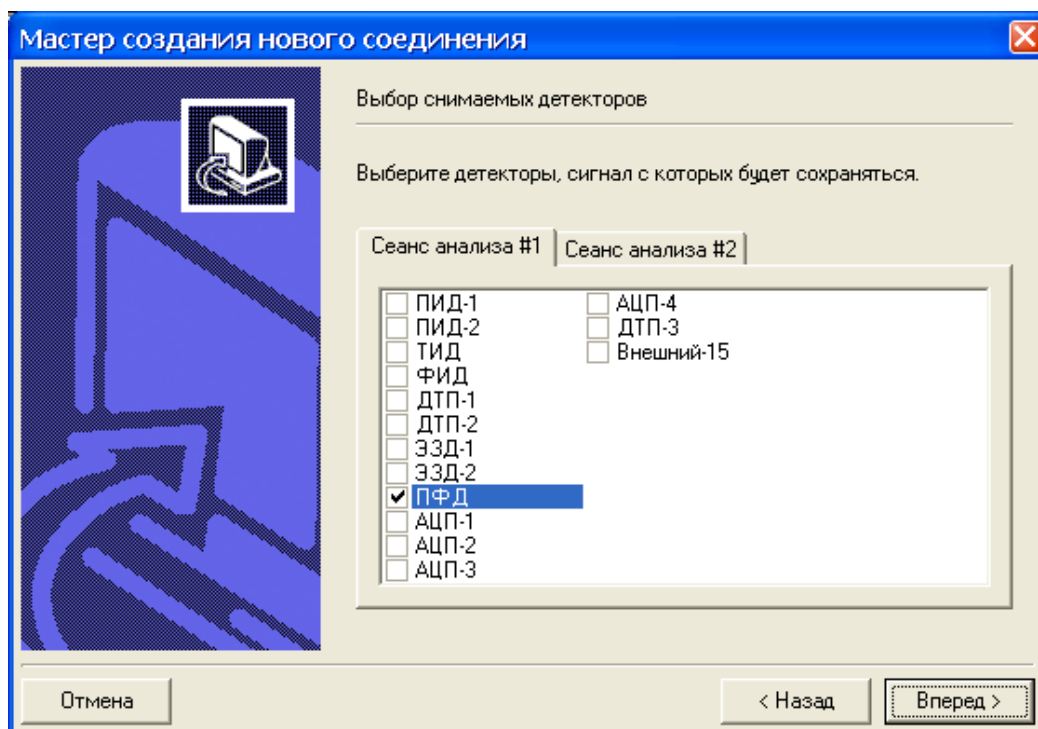

**Рисунок 2.18. Мастер создания нового соединения. Шаг 4. Выбор числа независимых анализов**
Как правило, одна конфигурация хроматографа позволяет решать несколько задач. Если есть такая необходимость, задачи могут решаться по очереди, но бывают случаи, когда возможно одновременное решение 2-х задач. Укажите, какое количество независимых анализов вы будете проводить одновременно, один или два (рисунок 2.18).
3. Третий способ — автозапуск соединения при загрузке компьютера. Он возможен в случае, если вы отметили соответствующую опцию на стадии создания соединения (см. рисунок 2.18). Необходимо помнить, что хроматограф в этом случае нужно включить **перед** включением компьютера.